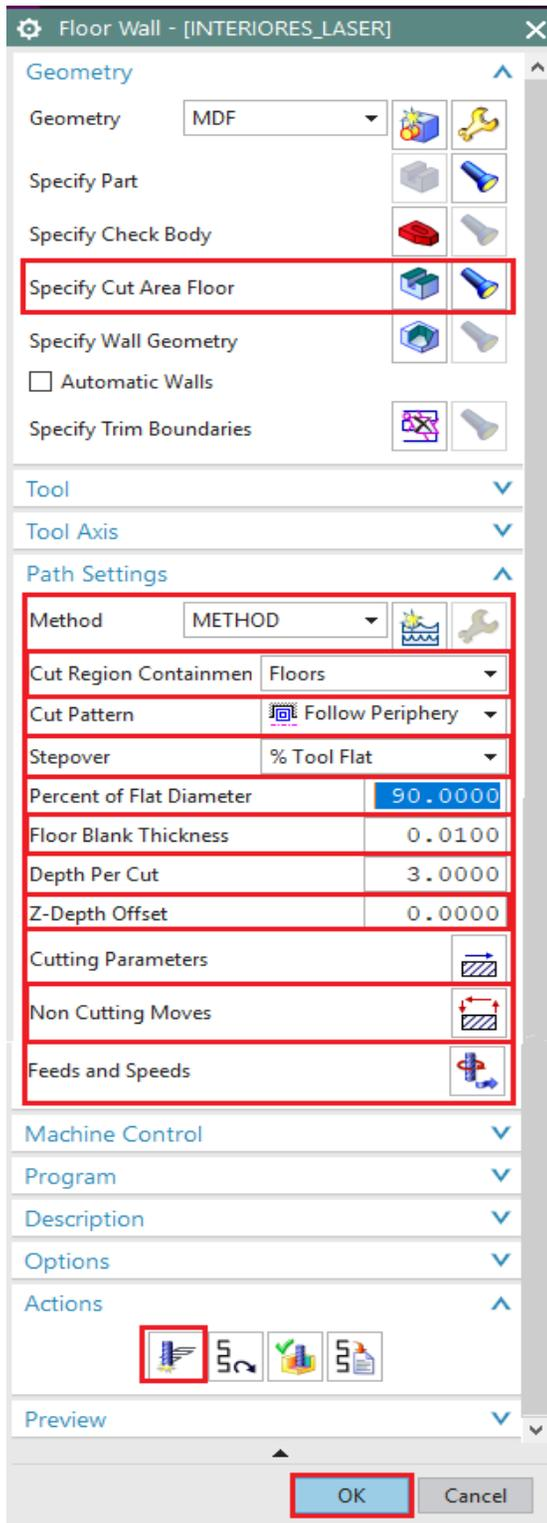

Figura 3.26 Barra de propiedades
- En la barra de propiedades, ubicada a la derecha de la ventana, seleccionar los siguientes parámetros (Figura 3.26) :